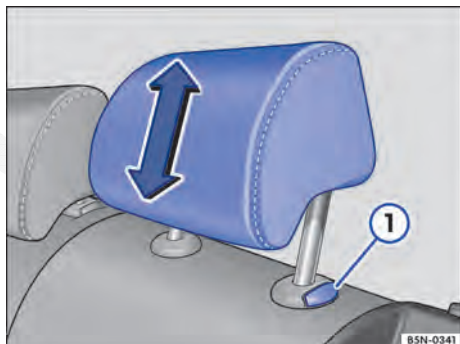

Fig. 52 Remover o apoio para cabeça traseiro.
- Retirar o apoio para cabeça com o botão ⇒ Fig. 52 ① pressionado.